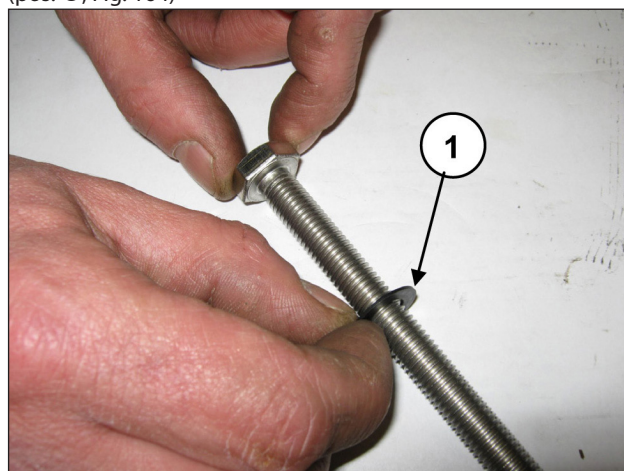

Fig. 164
Inserire la rosetta Ø10x18x0.9 nella vite fissaggio pistone (pos. ①, Fig. 164)